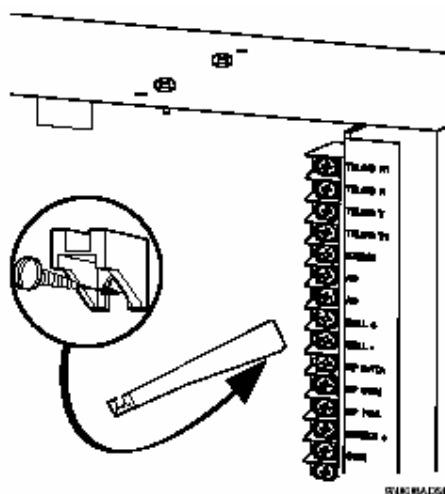

Figure 2. Installing the Circuit Board Edge Guide Standoff
2. 在主板左边较低的安装孔中安装电路板的固定支架(见图 2),此时不锁紧支架。